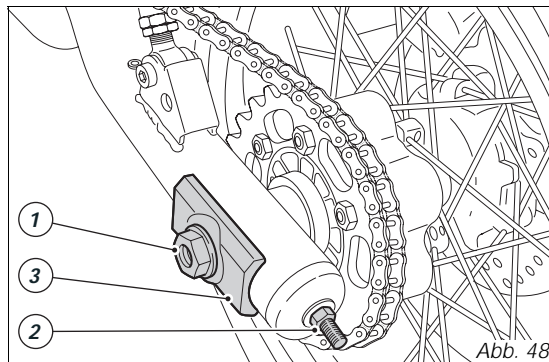

Abb. 48
Zum Einstellen der Spannung die Mutter (1, Abb. 48) der Radachse lockern, die Muttern (2) im Uhrzeigersinn drehend und im gleichen Maß, an beiden Seiten der Schwinge anschrauben und so die Spannung erhöhen oder, für deren Minderung, lösen. In diesem Fall muss das Rad nach vorne geschoben werden.
Auf beiden Seiten der Schwinge die Übereinstimmung der Bezugskerben unter Bezugnahme auf die Anzeige (3, Abb. 48) des Läufers kontrollieren, so kann garantiert werden, dass das Rad perfekt auf Flucht liegt.